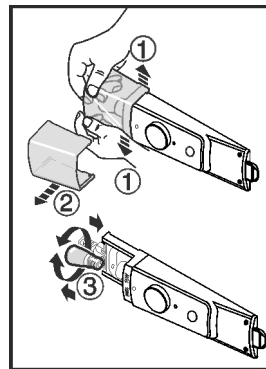

Fig. 11
- ▶ Розтиснути кришку лампи в сторони (зсередини, як показано на малюнку) в передній частині Fig. 11 (1) і зсунути вбік Fig. 11 (2).
- ▶ Замінити лампу. Fig. 11 (3)